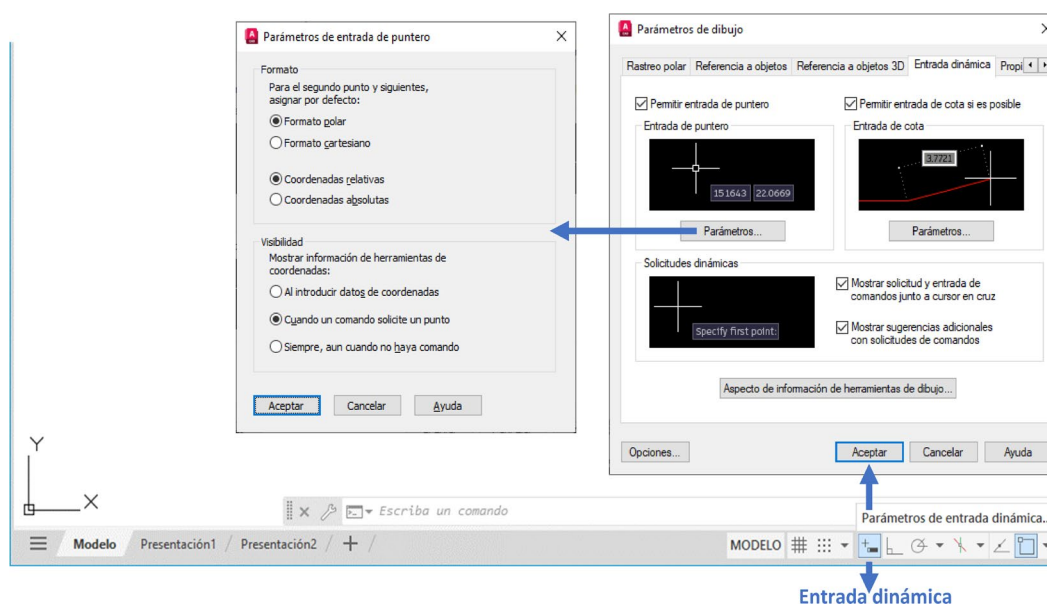

Figura 3.15. Pestaña *Entrada dinámica*.
Muestra junto al *Puntero* las mismas opciones de herramienta que en el *Área de texto* y/o permite introducir coordenadas del siguiente punto, según se le indique en la ventana de *Parámetros de entrada dinámica* (se muestra al hacer clic con el botón derecho del ratón en el botón de activación) (Figura 3.15):
*En la ventana *Parámetros de entrada de puntero* (Figura 3.15) se debe activar la visibilidad cuando un comando solicite un punto para que pida coordenadas del primer punto.*